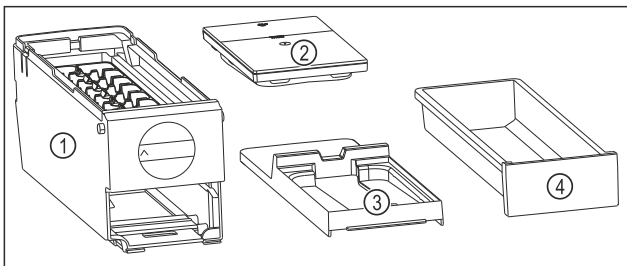

Fig. 138 Componente ale EasyTwist-Ice
- ▷ EasyTwist-Ice este dezamblat în patru piese. (vezi Fig. 138)
- ▶ Dezamblați EasyTwist-Ice numai în componentele ilustrate. (vezi Fig. 138)
- ▶ Curățați corpul EasyTwist-Ice Fig. 138 (1) ca un întreg.